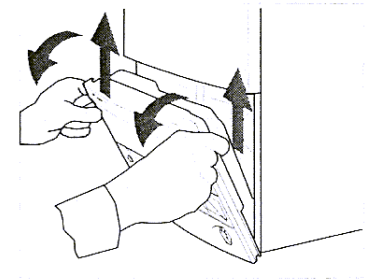

Fig. 3
- Levanten y giren el panel de mandos (fig.3)